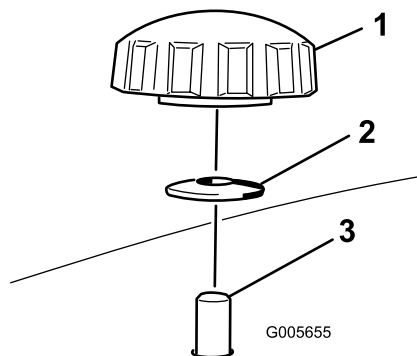
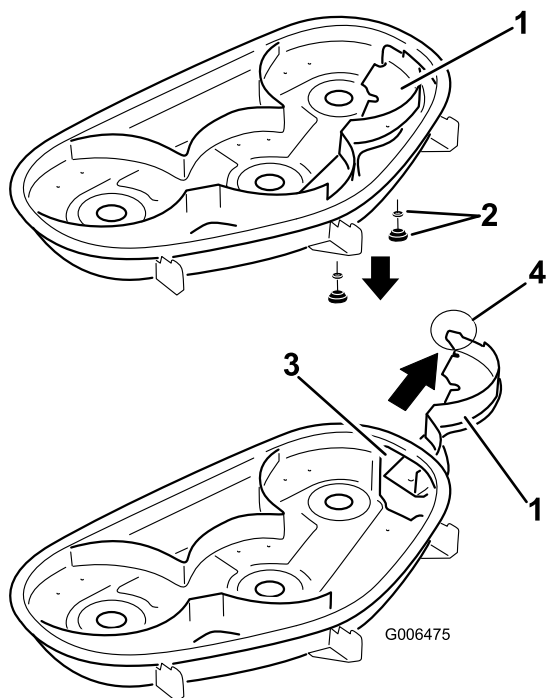

Figura 31
Figura 32
4. Togliete le 2 manopole e le rondelle curve che fissano il diaframma destro al tosaerba come illustrato nella Figura 31.
5. Togliete il diaframma destro e abbassate il deflettore dell'erba sull'apertura di scarico come illustrato nella Figura 32 e Figura 31.
- Infilate il diaframma destro nel piatto di taglio e fissate utilizzando le 2 manopole e le rondelle curve (lato concavo verso il tosaerba) come illustrato nella Figura 31 e Figura 32.